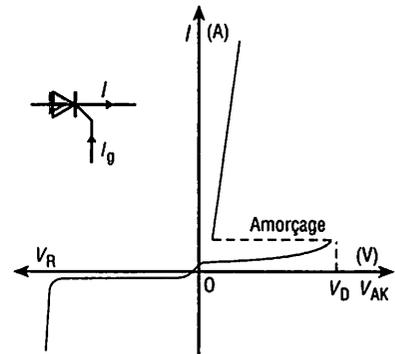

Fig. 10 : Caractéristique statique.
d) Courbe de fonctionnement (fig. 10)